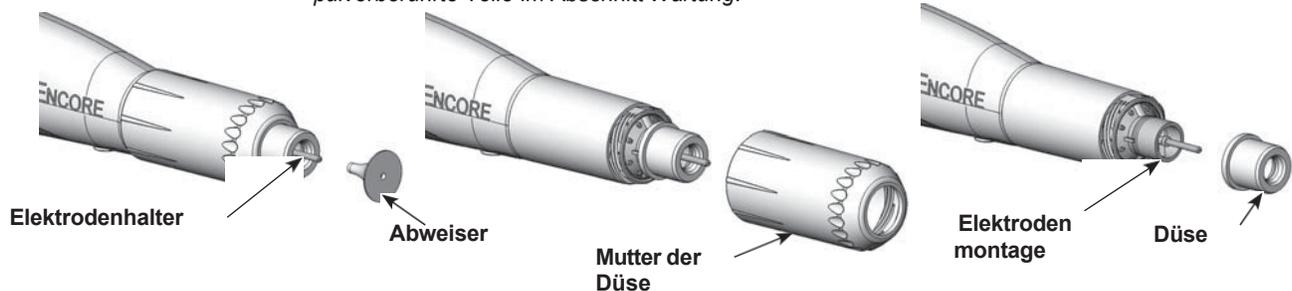

Abbildung 7 Wechseln einer konischen Düse
2. Siehe Abbildung 7. Ziehen Sie den Deflektor vorsichtig von der Elektrodeneinheit ab. Wenn Sie nur den Deflektor austauschen, installieren Sie den neuen Deflektor an der Elektrodenbaugruppe und achten Sie darauf, den Elektrodendraht nicht zu verbiegen.